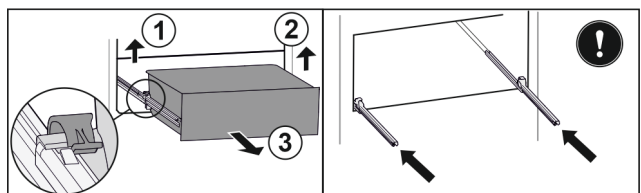

Fig. 103
- Linke Klemme anheben und gleichzeitig Schubfach links nach vorne ziehen. Fig. 103 (1)
- Rechte Klemme anheben und gleichzeitig Schubfach rechts nach vorne ziehen. Fig. 103 (2)
- Schubfach nach vorne entnehmen. Fig. 103 (3)